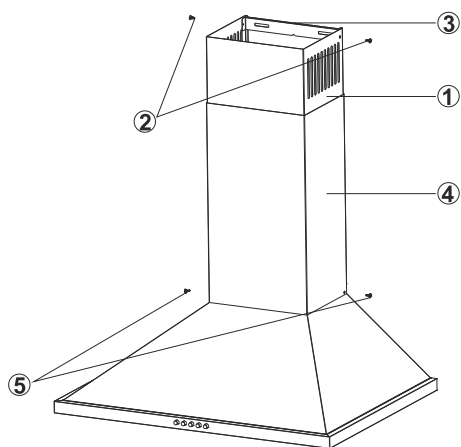

Fig. 13: MONTAGGIO DELLA LAMIERA DI CANNA FUMARIA
- La cappa si trova nel mezzo, ed il piatto di collegamento della canna fumaria (3) va direttamente fissato alla parete, sotto la copertura o nei punti C, D che sono stati contrassegnati dopo aver eseguito una misurazione (Fig. 13).
- Forare nei punti C, D con la punta del trapano Ø 6 mm ed inserire i tasselli in plastica da Ø 6 mm. Inserire il piatto di collegamento della canna fumaria con le viti 3.9x22.(Fig. 13)
- - Tirare la canna fumaria interna (1) con la vite (2) verso l'alto e verso sinistra, fissarla al piatto di collegamento della canna fumaria (3) a destra e a sinistra.(Fig. 13)
- Montare la canna fumaria esterna (4) sul corpo della cappa con 2 viti (5).(Fig. 13)